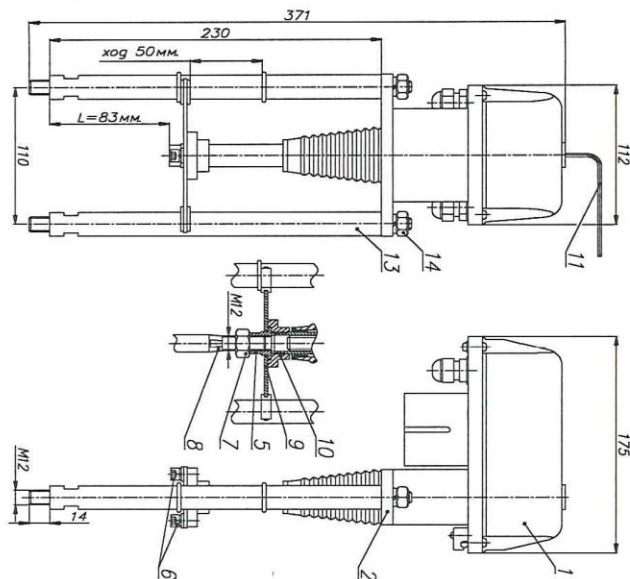

Рисунок 1 МИЭП-1-10000
- электропривод (см. рис.1 – поз.1);
- винтовая передача (см.рис.1 – поз.2).
Габаритные размеры, мм	См. рисунок 1